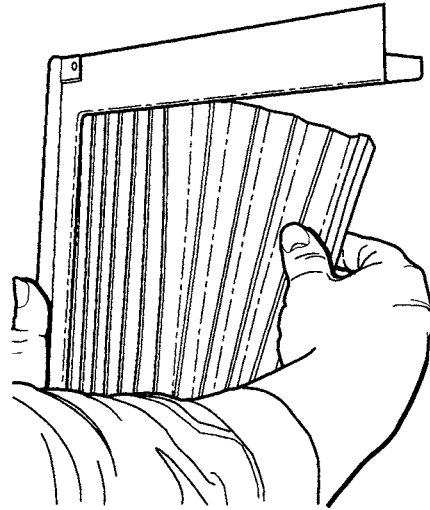

FIGURE 2 — DÉPOSE DE LA PIÈCE CENTRALE DU PANNEAU LATÉRAL
6. En maintenant le panneau d'une main, tirer doucement la pièce centrale en accordéon vers l'arrière pour la libérer des rails de guidage inférieur et supérieur. Voir la figure 2.